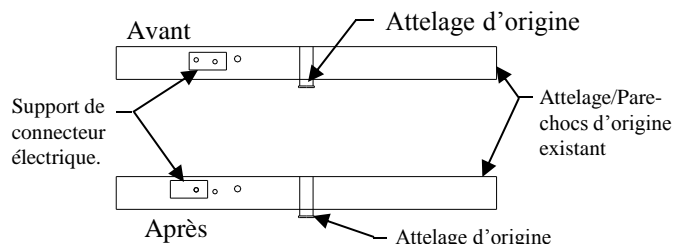

Figure 3.
2. Installer ailleurs le support de connecteur électrique existant. Enlever deux (2) vis et placer le support du côté conducteur à l'aide du trou de vis intérieur du support et de l'écrou à souder extérieur (voir figure 3).